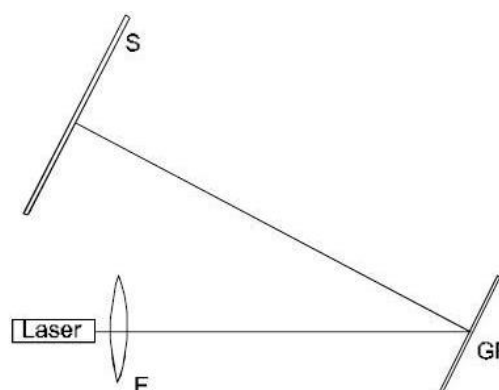

Fig.1 Montaje experimental (F = Lente, GP = Placa de vidrio, S = Pantalla de vidrio mate)
- El Láser sin lente se coloca en una esquina del tablero metálico, así que el paso del rayo sea paralelo al lado largo del tablero (ver Fig. 1).